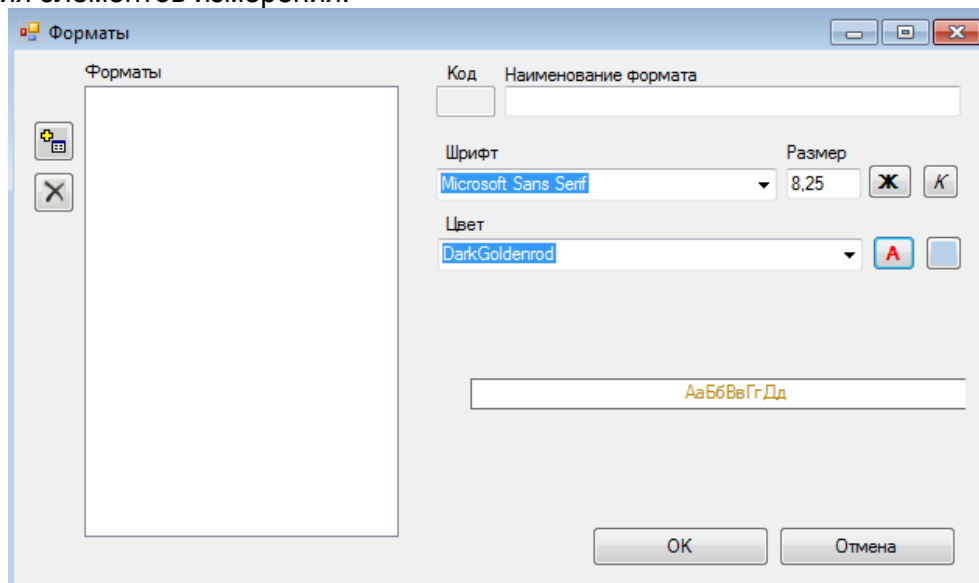

Рисунок 7. Окно **Форматы**.
- Форматы – открывает диалоговое окно (рисунок 7), в котором можно настроить формат написания элементов измерения.